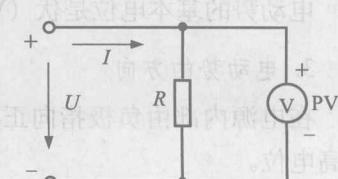

图 1-5 直流电压的测量
- (1) 电压表必须并联在被测电路的两端（图 1-5）。
- (2) 对交、直流电压应分别选用交流电压表和直流电压表。
- (3) 测直流电压时，电压表的正端（+）、负端（-）应和被测两点的电位相一致，即正端接高电位，负端接低电位，不能接错，否则指针要反转，容易损坏电压表。
- (4) 合理选择电压表的量程，其方法和电流表相同。